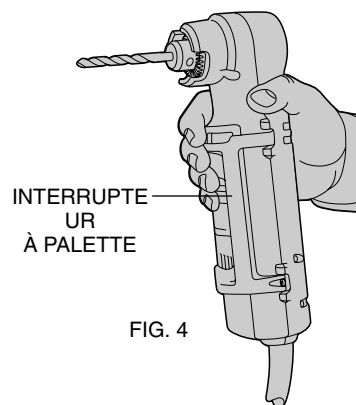

FIG. 4
Pour mettre l'outil en marche, enfoncer l'interrupteur qui se trouve le long de l'outil (fig. 4). Pour arrêter l'outil, relâcher l'interrupteur.
9. Afin d'optimiser le confort de l'utilisateur et la maîtrise de l'outil, on peut saisir l'outil de l'une des façons illustrées suivantes. Comme à la figure 4, on peut saisir le cou de la perceuse et se